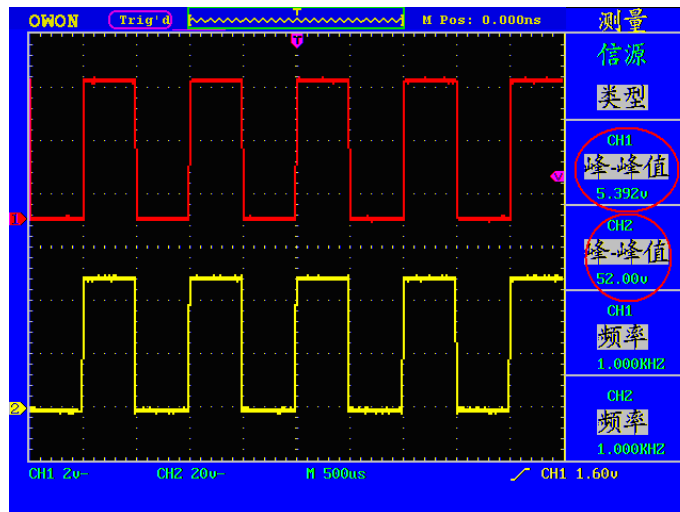

图6-2: 增益测量波形
- 10、从显示菜单中读出通道1和通道2的峰-峰值。见图 6-2。